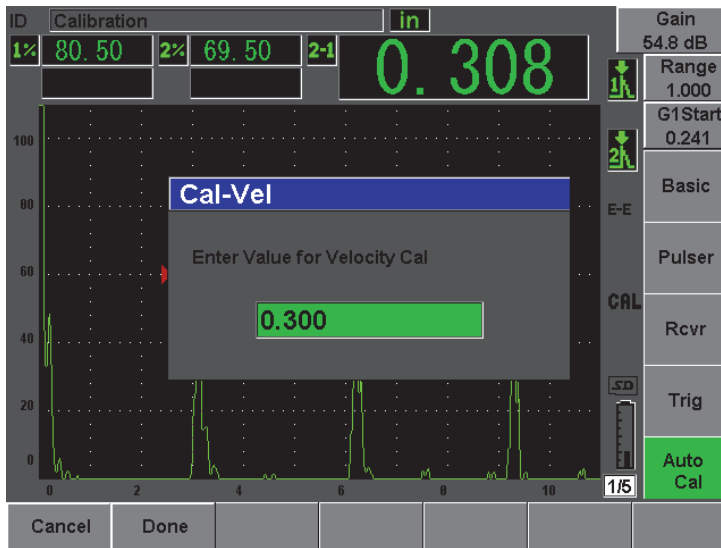

Рис. 10-15 Введение значения толщины для калибровки скорости
- Как только появится устойчивое значение, выберите **Auto Cal > Cal-Vel** (Автокалибровка - Калибр. скорости). Изображение на экране фиксируется, и появляется окно **Cal-Vel** (см. Рис. 10-15 на стр. 180).